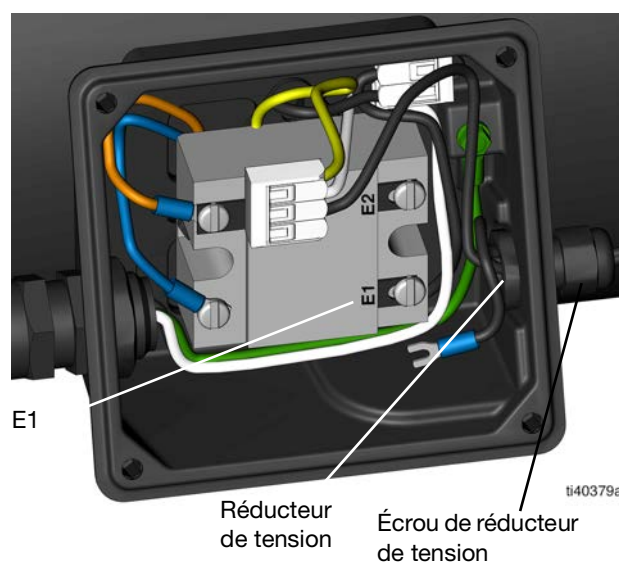

FIG. 20
4. Tournez l'écrou du réducteur de tension à l'aide d'une clé jusqu'à ce qu'il soit serré (FIG. 20).
5. Sertissez le connecteur à fourche sur l'un des fils du pressostat (FIG. 20).
7. Réinsérez le deuxième fil dans le connecteur contenant les câbles jaune et blanc (FIG. 20).